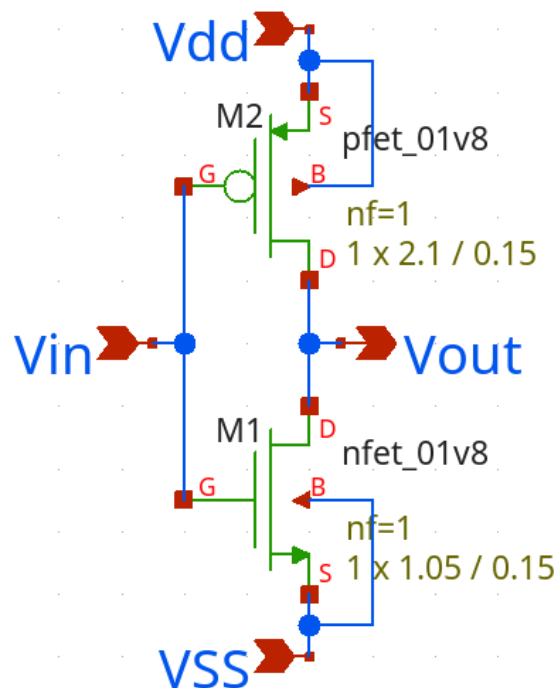

Figura 10: Circuito esquemático.
7. Guardar el esquema: Guarda el trabajo realizado en el esquema, el esquemático debe quedar acorde a la figura 10.